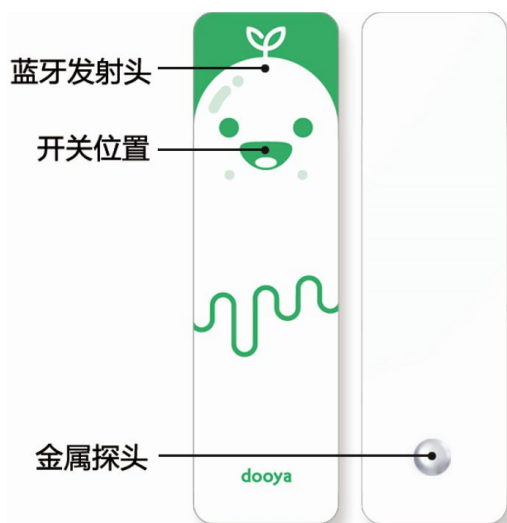

图 14-2
3. 根据图 14-2 标示，长按体温计“开关位置”的按钮 5 秒，等待指示灯闪烁，进入设备等待连接状态。APP 搜索到附近体温计后，点击“绑定”等待设备的匹配，绑定失败请尝试重启设备。